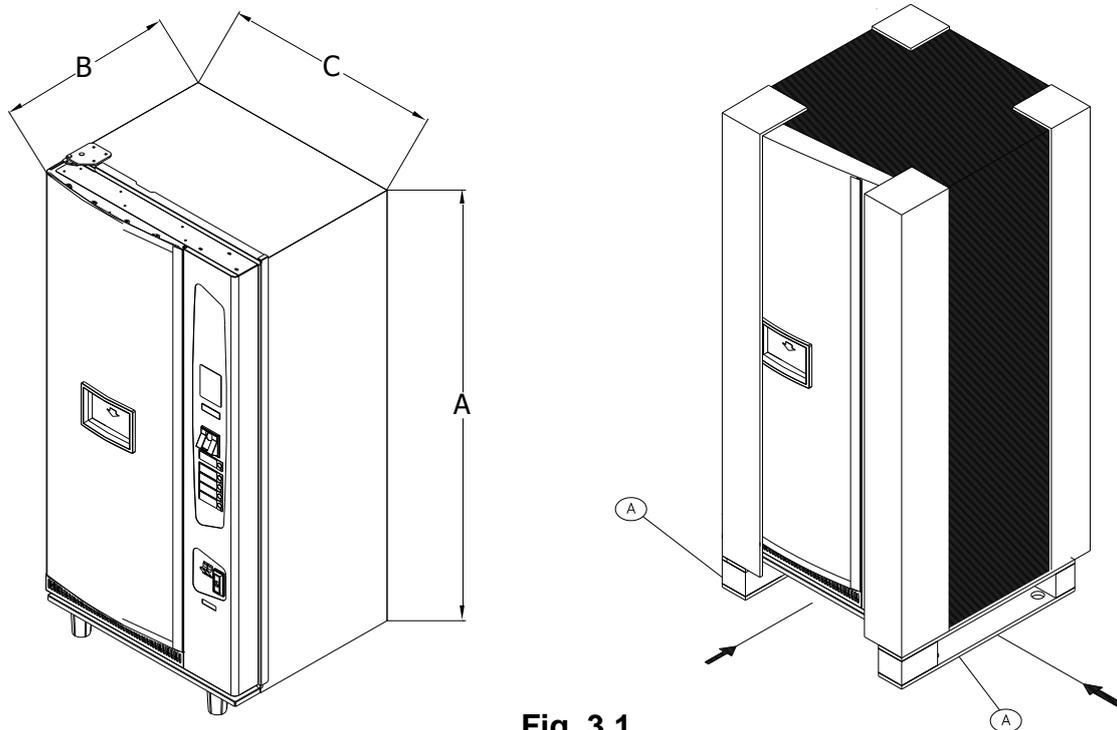

Fig. 3.1
- Benutzen Sie einen Gabelstapler mit minimum Belastbarkeit von 400kg. Die Holzsockel (A) erlauben ein Zupacken von allen 4 Seiten des Verkaufsautomaten (fig. 3.1).